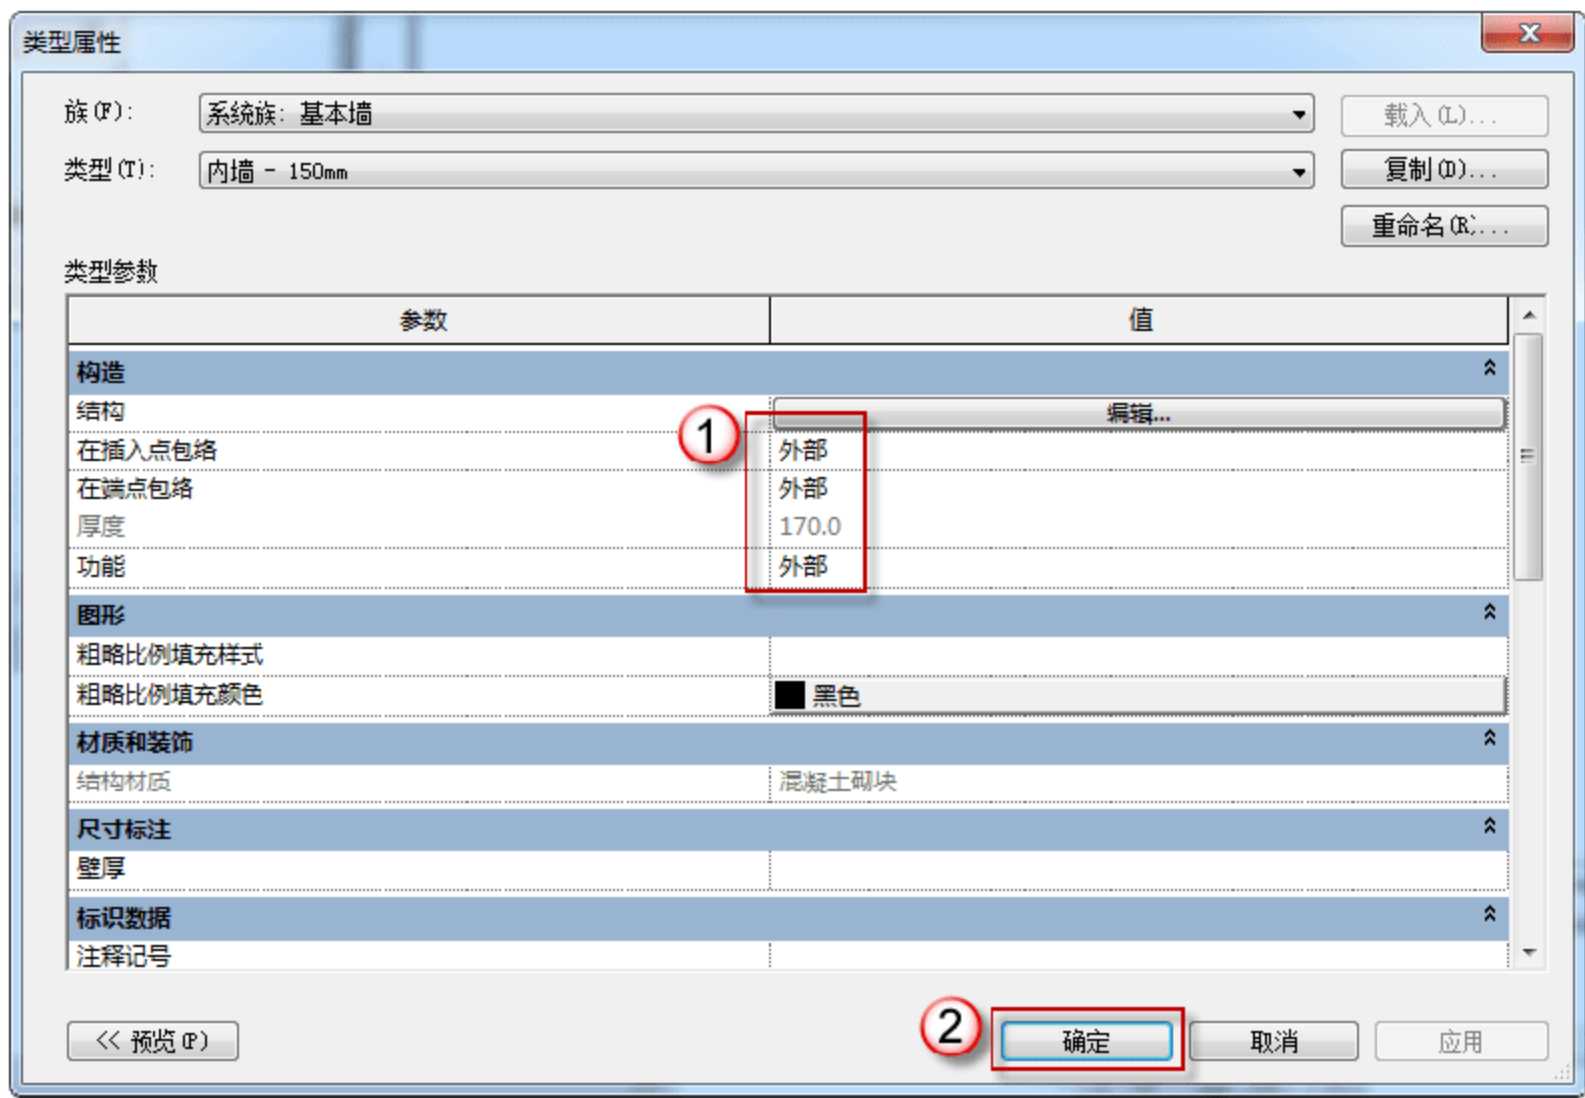

图 9.1.52 完成“内墙-150mm”的编辑
(25) 完成“内墙-150mm”的编辑。在“类型属性”对话框中，选择“在插入点包络”后的参数“不包络”→“外部”，再选择“在端点包络”后的参数“无”→“外部”，选择功能参数后的“无”→“外部”命令，然后单击“确定”按钮，如图 9.1.52 所示。